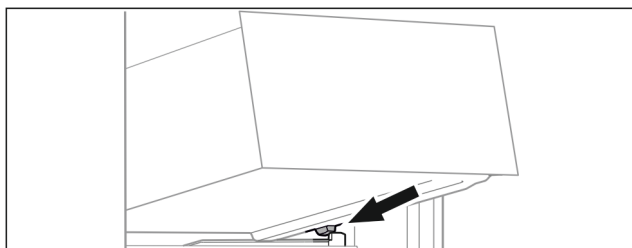

Fig. 92
- Lade schuin achter de stoppers op containerrib plaatsen. (zie Fig. 92)